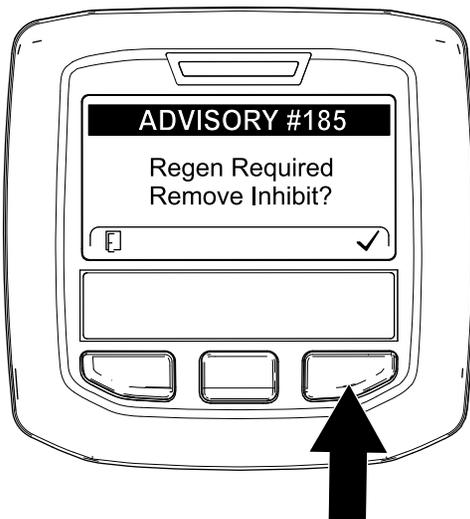

Figura 41
**Nota:** Si INHIBIT REGEN (Inhibir regeneración) está ajustado en ON (Activado), el InfoCenter muestra ADVISORY #185 (Aviso n.º 185) (Figura 41). Pulse el botón 3 para establecer el ajuste de inhibición de regeneración en OFF (Desactivado) y seguir con la regeneración de restablecimiento.